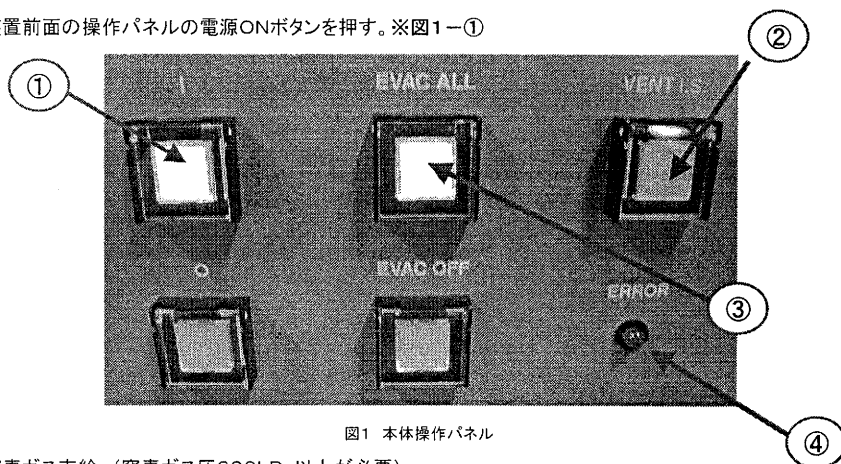

図1 本体操作パネル
- ② 装置前面の操作パネルの電源ONボタンを押す。※図1ー①
- ③ 窒素ガス支給。(窒素ガス圧600kPa以上が必要)
- ④ 装置前面本体操作パネルのEVAC ALLボタンを押す。※図1ー③